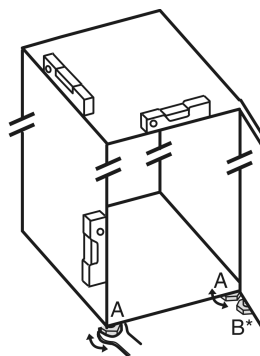

Fig. 5
- Seřizovací nožky Fig. 5 (A) vyšroubujte pomocí přiloženého vidlicového klíče a pomocí vodováhy, dokud nebude spotřebič pevně vyrovnaný.
- Seřizovací nožku Fig. 5 (B) na stojanu ložiska vytácejte pomocí přiloženého vidlicového klíče, až dosedne na zem.
- Seřizovací nožku Fig. 5 (B) otáčejte dál o 90°.